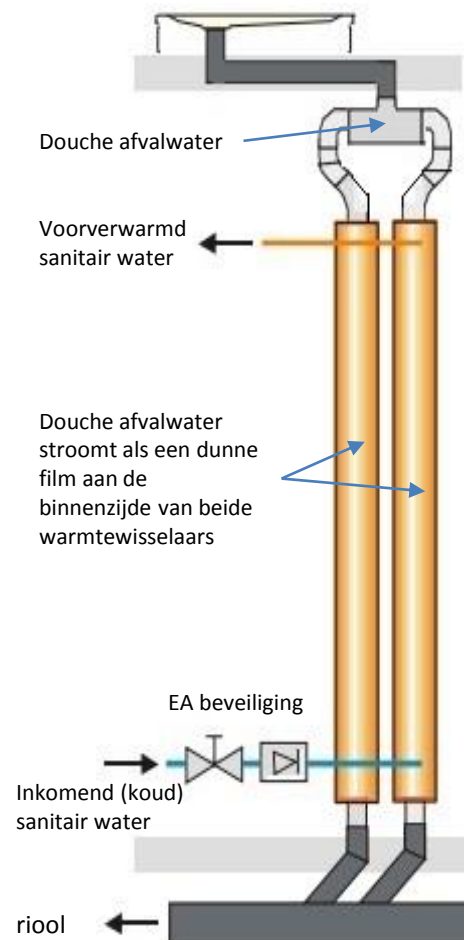

fig.2
- Er dient een controleerbare terugslagklep met afsluiter (type EA) gemonteerd te worden (zie fig. 2)